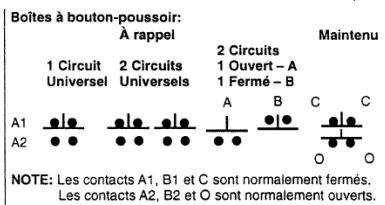

Figure 1A
- Faites les connexions électriques selon le schéma de câblage de votre système. Consultez les Figures 1A et 1B pour les schémas des contacts des boîtes à bouton poussoir EFS et EDS et des sélecteurs.